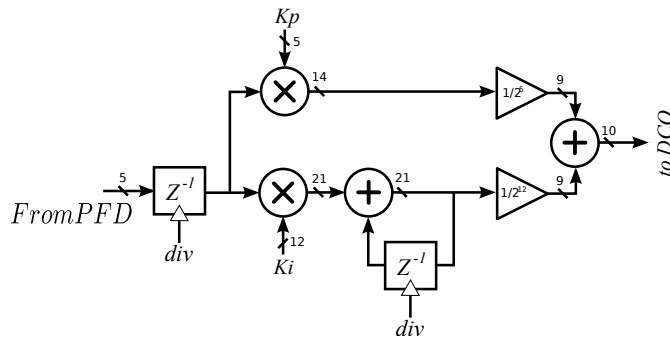

Figure 2. Architecture du filtre.
**Filtre.** Le filtre est réalisé par un circuit numérique dont l'architecture est donnée fig. 2. Cette architecture prend en compte la quantification des signaux numériques : la largeur des bus véhiculant les signaux.